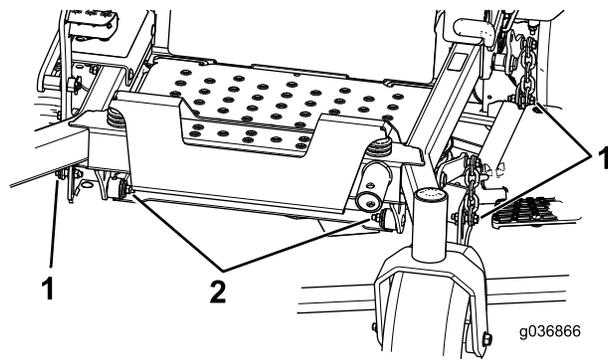

Figure 113
7. Enlevez et conservez les boulons et écrous de chaque côté de la machine (Figure 113).